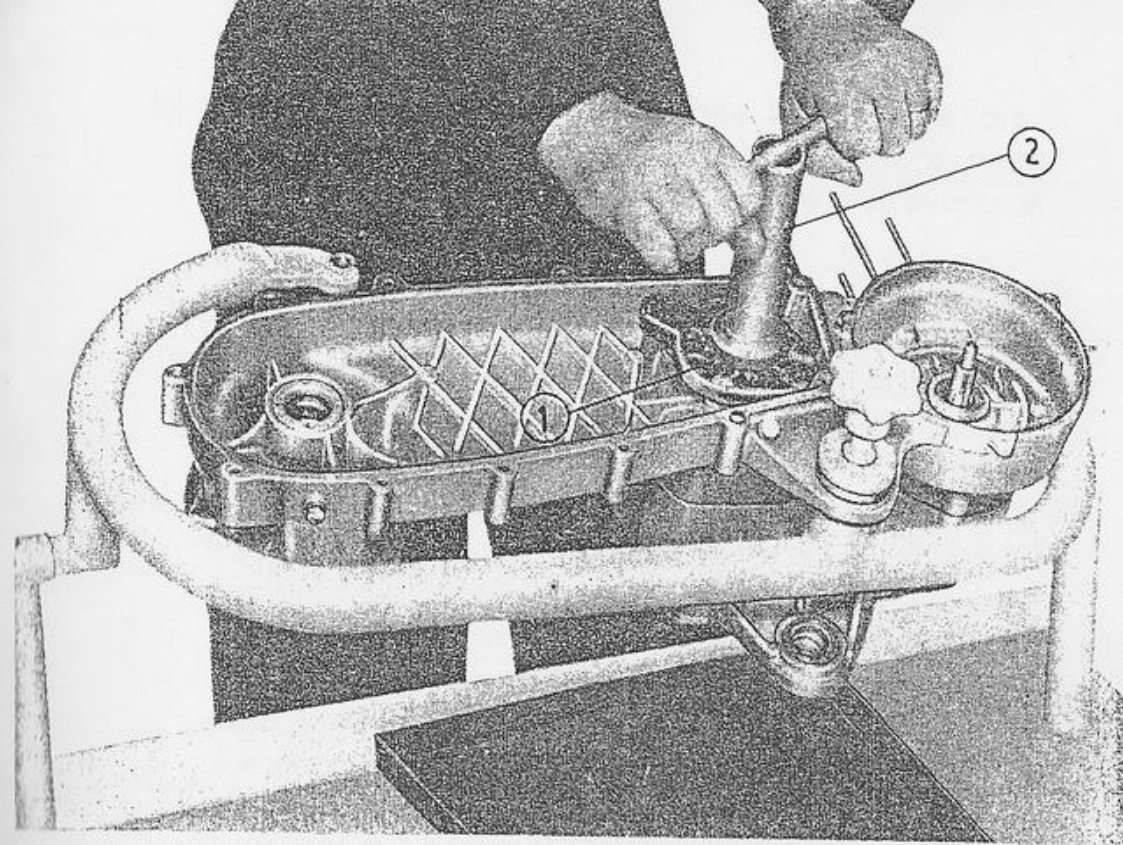

Fig. 12 - Fissaggio pignone d'uscita cambio.
- d) l'attrezzo di fermo sul pignone (fig. 12-punto 1)
Quindi con chiave a tubo da mm. 30 (fig. 12-punto 2) effettuare il serraggio del dado, controllando che l'alberino porta crocera scorra sempre